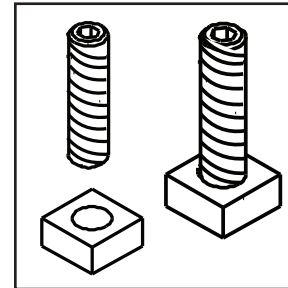

Figure 22.2
8. Vissez les boulons Allen dans les écrous jusqu'à ce qu'ils soient à égalité (**Figure 22.2**).